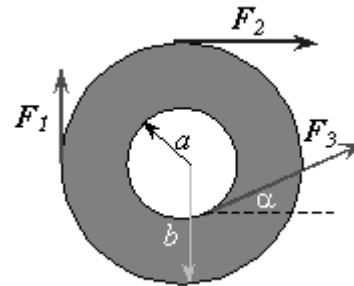

Figura 6.11 Problema 6.5
- 6.5 Calcular el torque neto sobre la rueda producido por las fuerzas $F_1=8 \text{ N}$, $F_2=10 \text{ N}$, $F_3=15 \text{ N}$, que se indican en la figura 6.11, alrededor de un eje que pase por su centro, si $a = 10 \text{ cm}$, $b = 20 \text{ cm}$ y $\alpha = 30^\circ$.